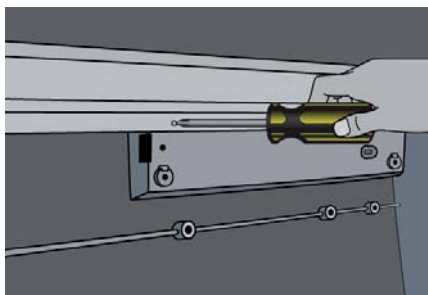

ABBILDUNG 46
4. Lösen Sie die zwei Schrauben des Bedienfeldes von der Innenseite des Maschinencovers und entfernen Sie die Metallabdeckung (siehe Abbildung 46).